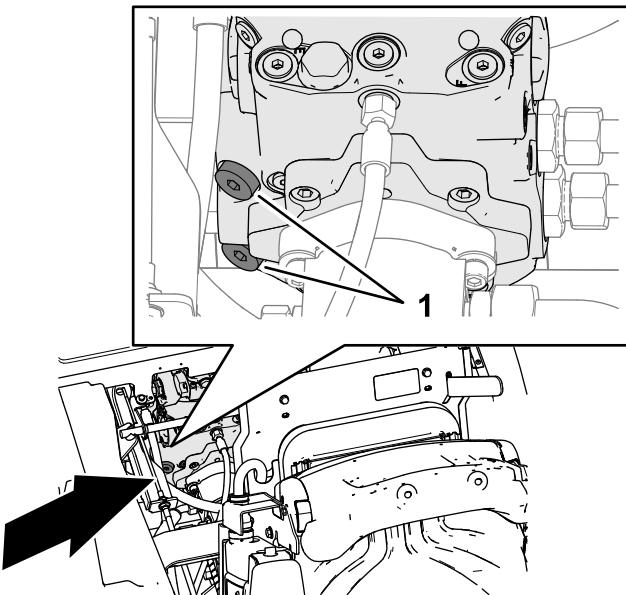

Figura 36
3. Utilizzate una chiave esagonale da 8 mm per ruotare di 3 giri in senso orario i 2 tappi a testa incassata per le valvole di sfogo della pompa della trasmissione (Figura 36).